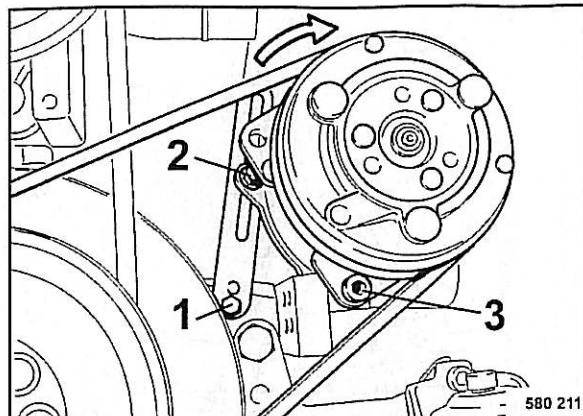

Fig. 97
- Soltar ligeramente los tornillos de fijación 1, 2 y 3 (Fig. 97).